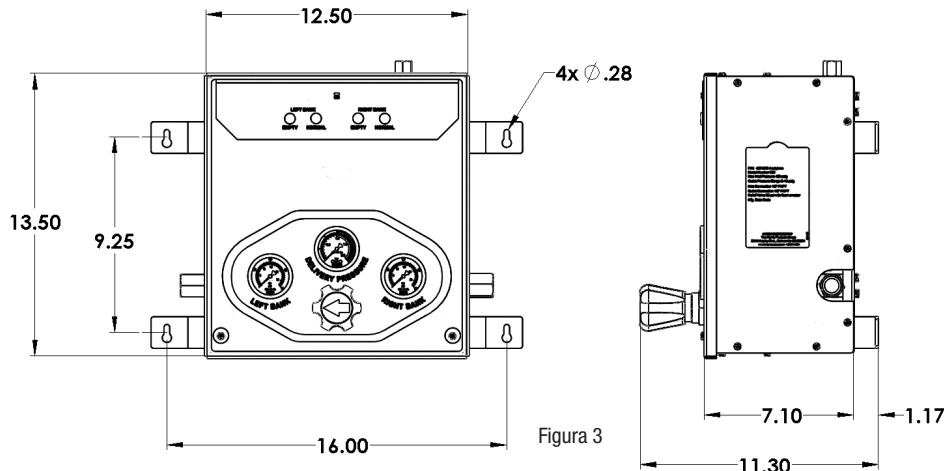

Figura 3
1. La caja de control debe estar sujetada a una pared o a otra estructura segura, de modo tal que las conexiones de entrada a la caja estén a aproximadamente 60 pulgadas del piso. La dimensión puede ser levemente mayor o menor según la altura del cilindro. Las dimensiones de montaje para la caja de control se muestran en la Figura 3. Las clavijas de montaje horizontales deben dimensionarse a 16 in y las clavijas de montaje verticales deben dimensionarse a 9.25 in. La caja no viene con las herramientas de montaje, por lo que el cliente debe elegir los sujetadores adecuados para la superficie de montaje.